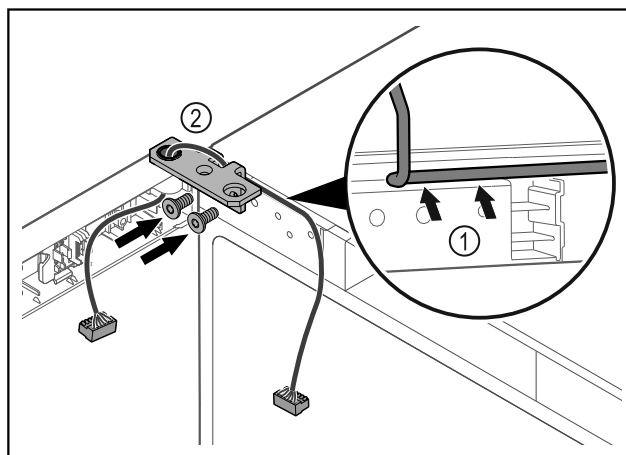

Fig. 42
- ▶ Kabel speljite skozi izrez tečaja kotnika in ga previdno zložite Fig. 42 (1).
- ▶ Privijte kotnik tečajev vrat Fig. 42 (2).